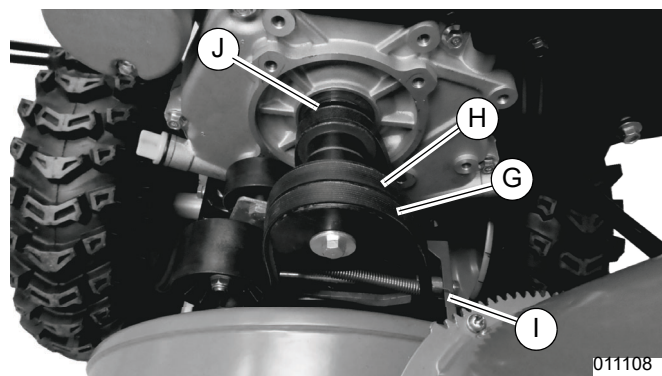

Figure 4-15. Poulies du moteur
4. Voir **Figure 4-15**. Faire rouler la courroie de tarière avant (G) hors de l'avant de la poulie d'entraînement du moteur (H) et la courroie de tarière arrière (I) hors de l'arrière de la poulie d'entraînement du moteur.